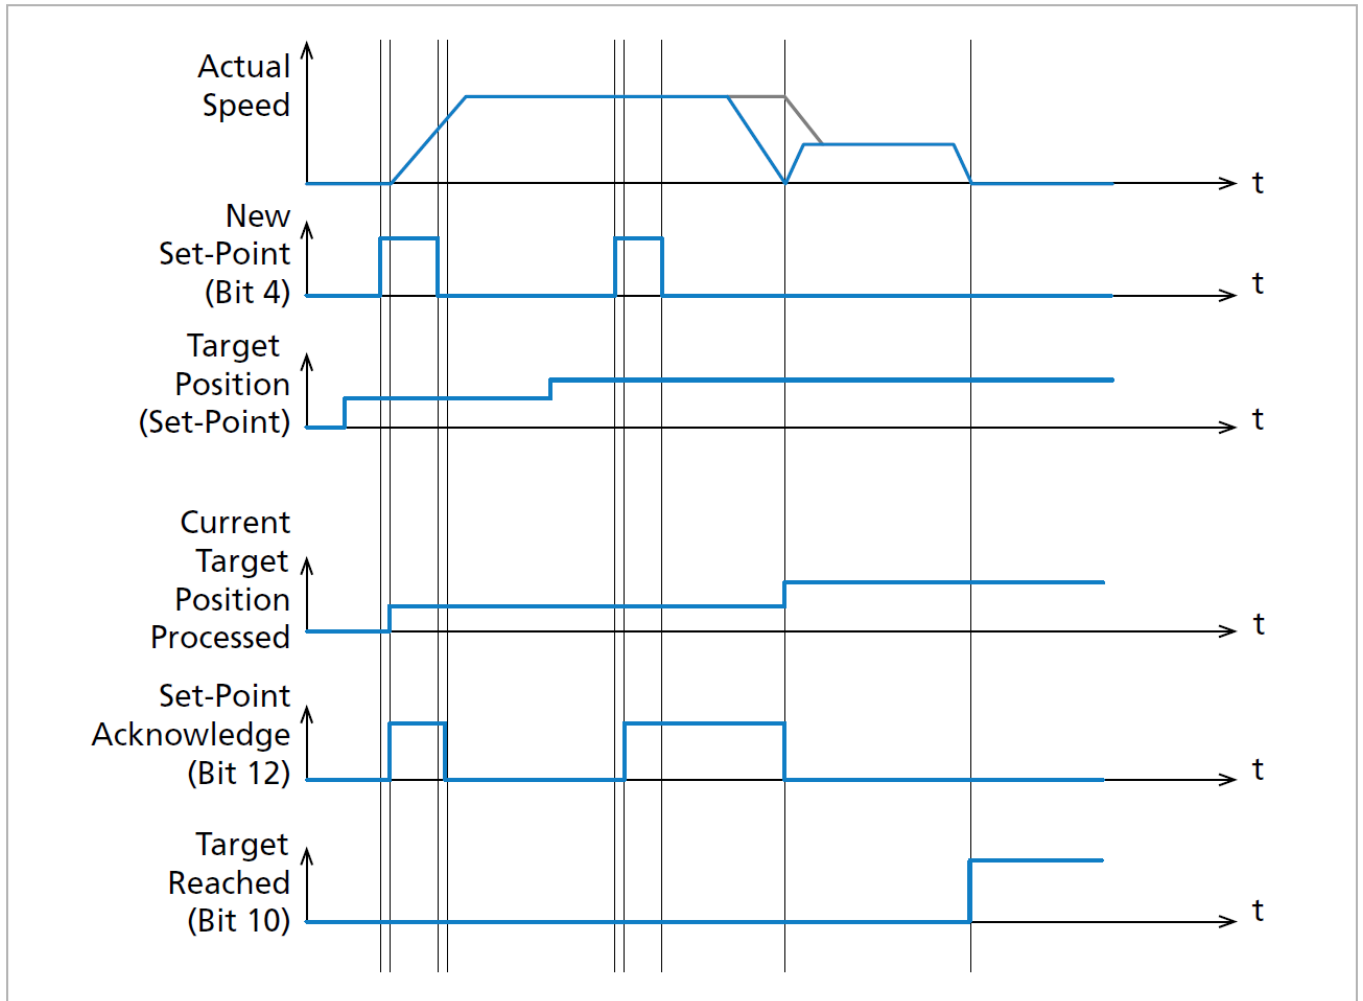

図19: 設定値の方法セットに対するハンドシェイク手順
- 制御ワードのビット9（Change on Setpoint）は、1つの設定値から他の設定値に移行するときに、大きな動作を制御します（図19を参照）：